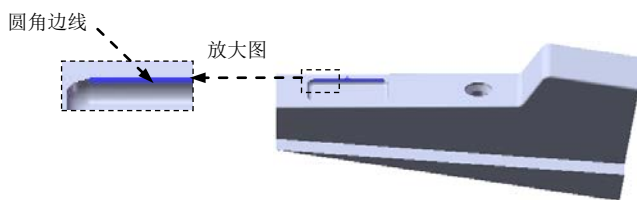

图 16.5.21 圆角边线
(2) 定义圆角类型。采用系统默认的圆角类型。
(3) 定义圆角对象。选取图 16.5.21 所示的边线为要圆角的对象。
(4) 定义圆角的半径。在 **圆角项目(I)** 区域的  文本框中输入圆角半径值 0.8，选中